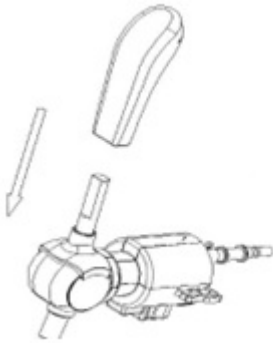

Abb. 1
6. Stecken Sie den Griff auf dem Zapfhahn auf. Achten Sie darauf, dass beide Teile richtig verbunden sind (siehe Abb. 1).